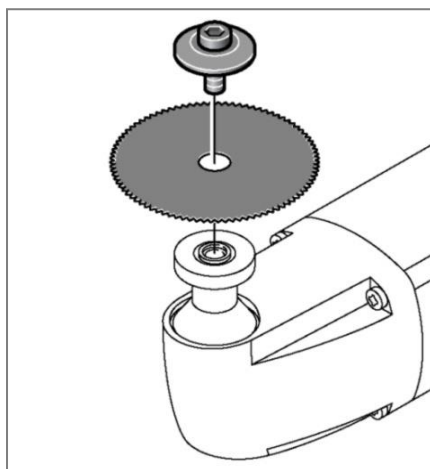

Figura 1:
2. Posizionare una delle chiavi in dotazione fra la lama e il corpo della sega e l'altra chiave sul dado di bloccaggio della lama. (Vedi figura 1)